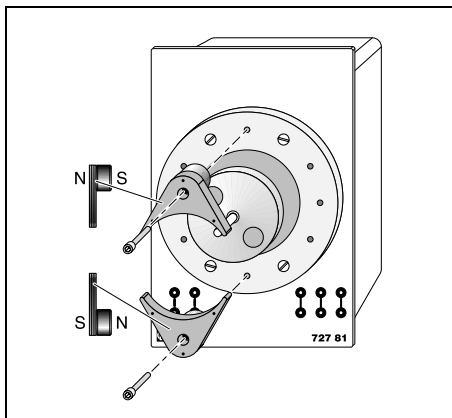

Fig. 4
- Faire adhérer les aimants du disque à pôles différents sur la surface de contact polie d'une pièce polaire pour aimant et enficher les vis dans les percages ainsi que représenté à la fig. 4.
- Adherir los imanes de disco, con los polos desiguales, cada uno sobre el lado blanco metálico de una zapata polar para imán e introducir los tornillos por los taladros como se ilustra en la Fig. 4.